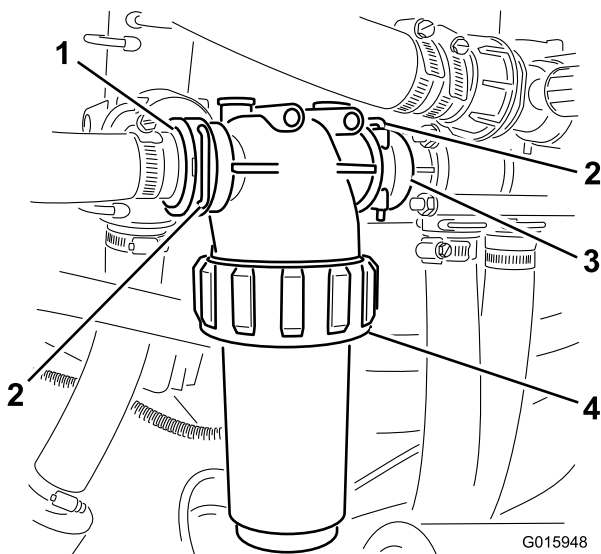

Bild 34
- Bringen Sie den Druckfilter an den T5-Adapteranschluss an und befestigen sie ihn mit einem Gabelbolzen (Bild 34).
- Bringen Sie den geraden T5-Schlauchtüllenanschluss (von den losen Teilen) auf dem Druckfilter an und befestigen Sie ihn mit einem Gabelbolzen (Bild 34).